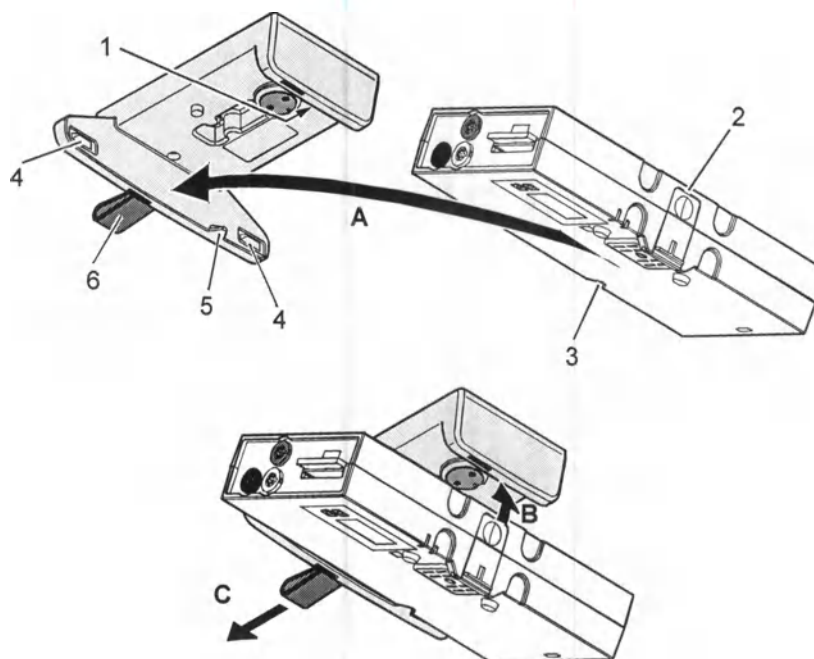

Рис. 4-29 Вставка блока пациента в зарядочный кронштейн (с потолочным монтажом)
1. Расположите блок пациента, как показано на Рис. 4-29.
1. Отсоедините предохранительный ремешок (не показан на рис. 4-29).